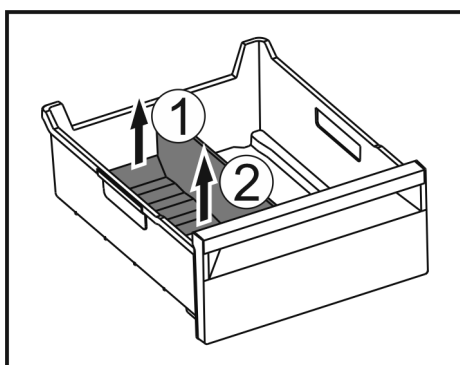

Fig. 126
- Dvignite zadnji del pregrade predala za led. Fig. 126 (1)
- Pregrado predala za led odstranite navzgor. Fig. 126 (2)